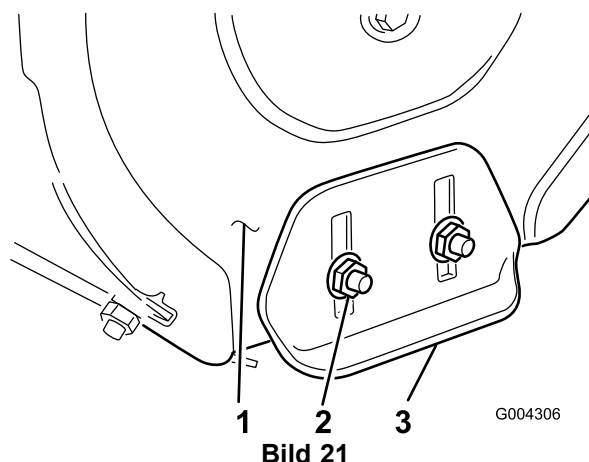

Bild 21
3. Lösen Sie die vier Bundmutter, mit denen beide Kufen an den Seitenplatten des Räumwerks befestigt sind (Bild 21), bis sich die Kufen leicht nach oben und unten verschieben lassen.
8. Ziehen Sie die Bundmuttern fest, mit denen beide Kufen an den Seitenplatten des Räumwerks befestigt sind (Bild 21).